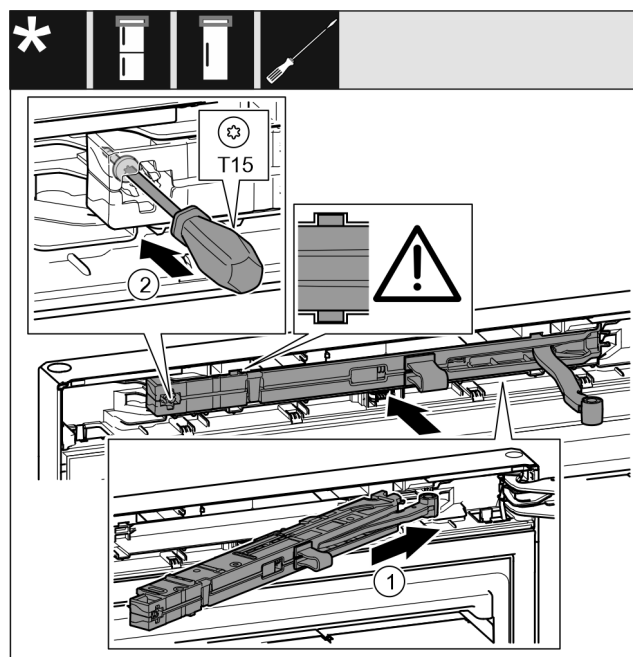

Fig. 23
- ▶ Skub lukkedæmperenheden på hængselkonsolsiden skråt ind i åbningen indtil anslag. Fig. 23 (1)
- ▶ Stram skruen med en skruetrækker T15. Fig. 23 (2)